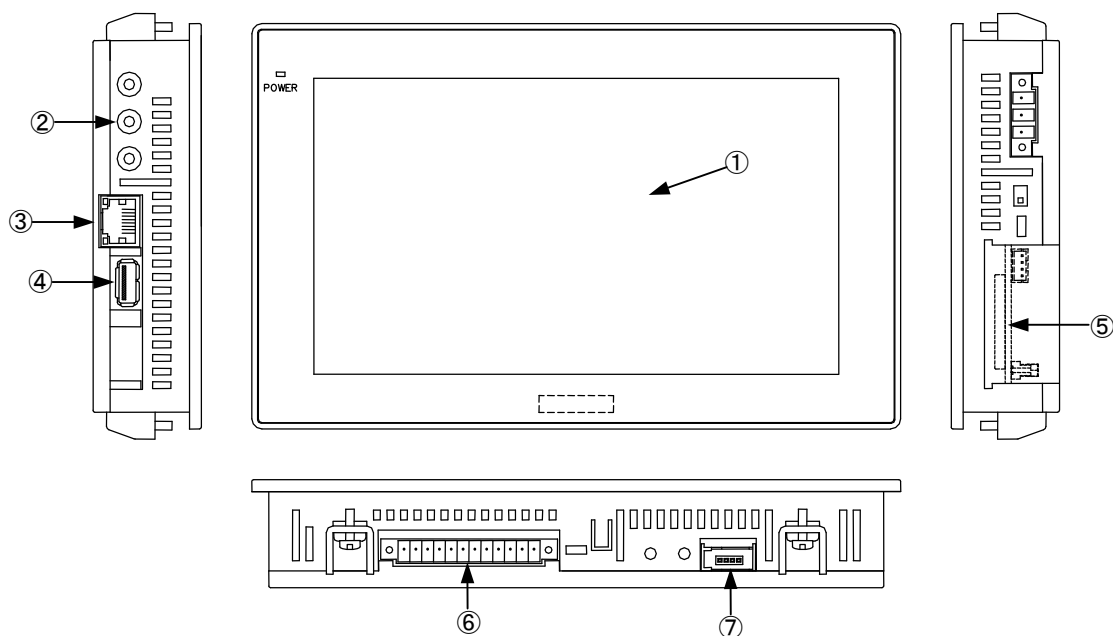

図 3-1-1. 外形図
本体の外形図を図 3-1-1 に示します。各部名称を表 3-1-1 に示します。
一般的な Windows と同様に、デスクトップ表示、アプリケーション表示を行います（図 3-1-1 ①）。
COM1	SI0 (図 3-1-1 ⑦)
SMSC9118	LAN (図 3-1-1 ③)
汎用入出力	汎用の入出力です。 入力 6 点、出力 4 点を制御できます。 (図 3-1-1 ⑥)